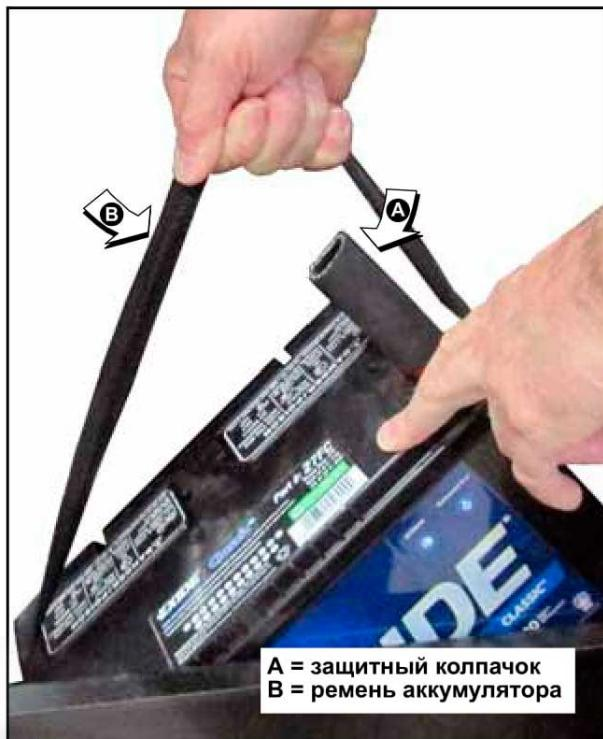

Рис. 5-11. Снятие/установка аккумулятора
- Наденьте резиновый защитный колпачок на положительную (+) клемму аккумулятора. См. пункт «А» на Рис. 5-11
- Поднимите аккумулятор с поддона, взяввшись за ремень аккумулятора. См. пункт «В» на Рис. 5-11
1. Наденьте резиновый защитный колпачок на положительную (+) клемму аккумулятора. См. пункт «А» на Рис. 5-11
2. Поднимите аккумулятор, взявшись за ремень аккумулятора. См. пункт «В» на Рис. 5-11